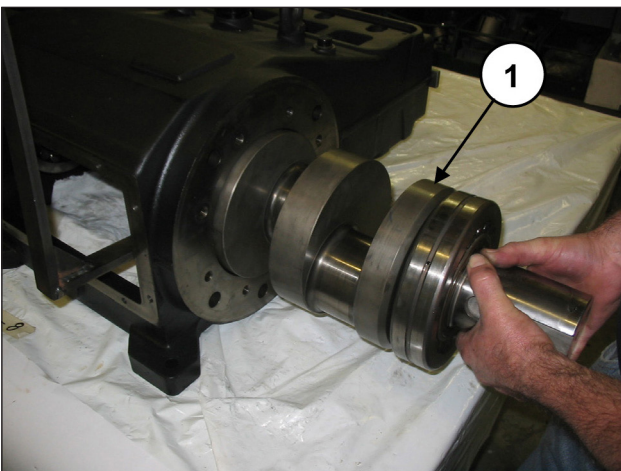
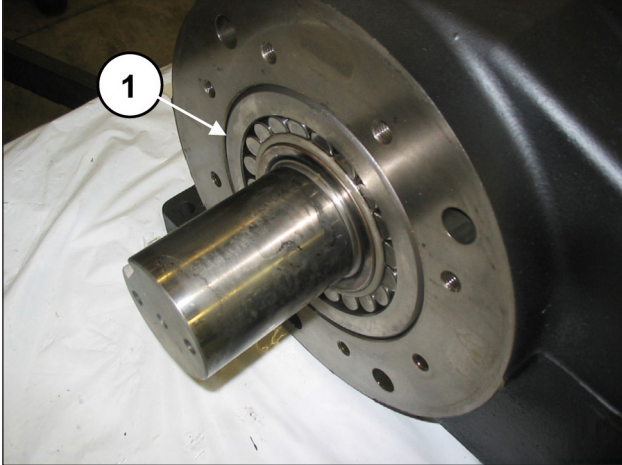

Abb. 29
Abb. 43
Entfernen Sie Welle und Lager (Pos. ①, Abb. 29).
Setzen Sie die Welle ein (Pos. ①, Abb. 29) bis das vormontierte Lager bündig zur Kante des Gehäuses ausgerichtet ist (Pos. ①, Abb. 43).